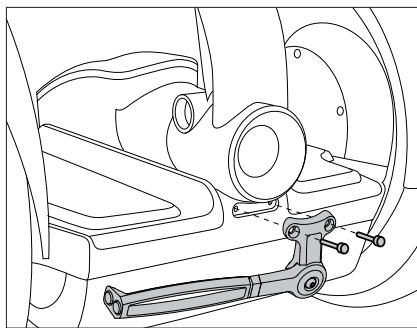

Figura 2. Cómo acoplar el caballete
3. Coloque el caballete sobre la protección delantera de modo que los orificios queden alineados. **Consulte la figura 2.**
4. Introduzca los 2 fijadores de 14 mm de largo, que se incluyen en el kit, a través del caballete y en la protección delantera. **Consulte la figura 2.** Con una llave hexagonal de 4 mm, apriete las tuercas aplicando 1,5 N·m (33,02 cm-lbf).